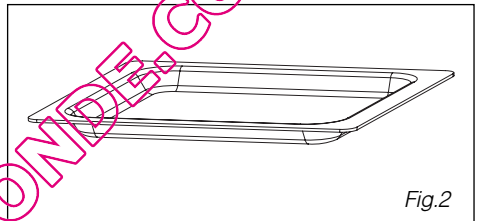

Fig.2
• La lèchefrite en verre (fig.2) :